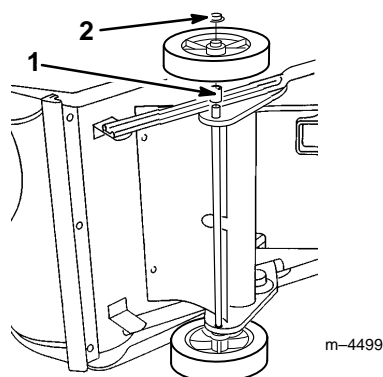

Abbildung 3
1. Die Schneefräse auf die linke Seite drehen und einen Holzklötz unter das linke Achsenende legen (Abb. 3).
2. Das **kurze** Abstandsstück und ein Rad auf das rechte Achsenende schieben (Abb. 3).
3. Eine Druckmutter auf das Ende der Achse schieben (Abb. 3).